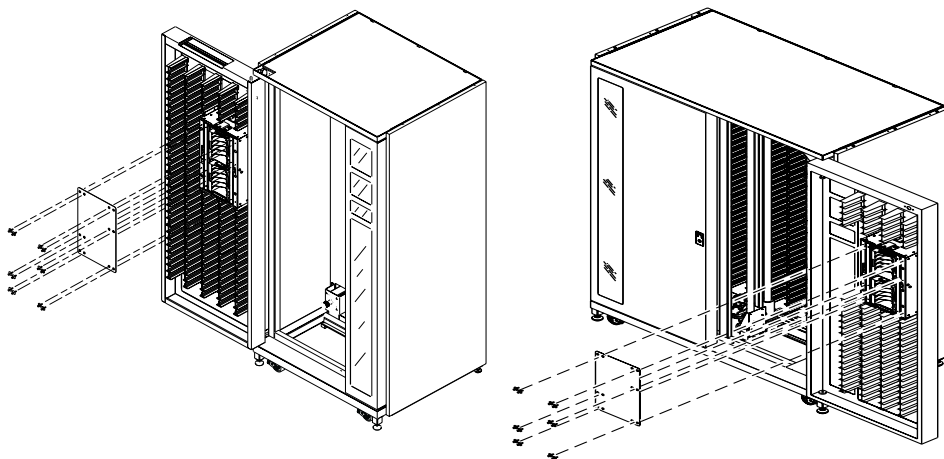

図5-1: SHIPPING プレートの取り付け
5. ロードポートを保護する SHIPPING プレートを取り付けます (図5-1を参照)。ロードポートは、ライブラリの右ドアにあります。